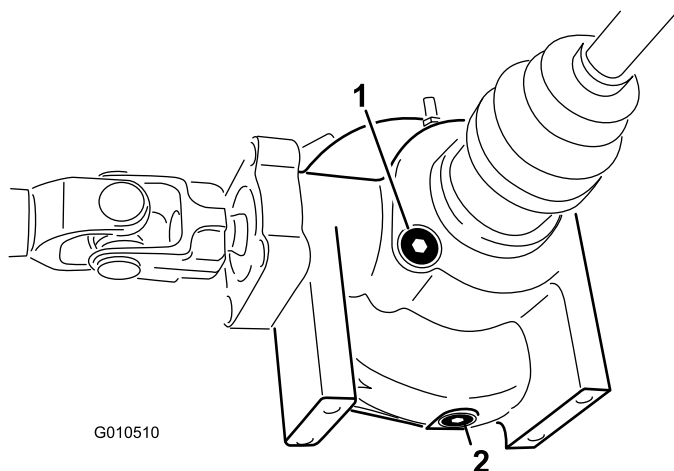

Figura 44
4. Pulite la zona attorno al tappo di controllo e riempimento sul lato del differenziale (Figura 44).
4. Pulite la zona attorno al tappo di spurgo sul lato del differenziale (Figura 44).